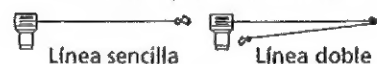

Figura 1
** Todas las cargas mostradas son para operación de línea sencilla (vea la Figura 1). La operación de línea doble con el bloque de poleas opcional (Nº/P 2227) duplica aproximadamente la capacidad del cabrestante (vea la Figura 1).